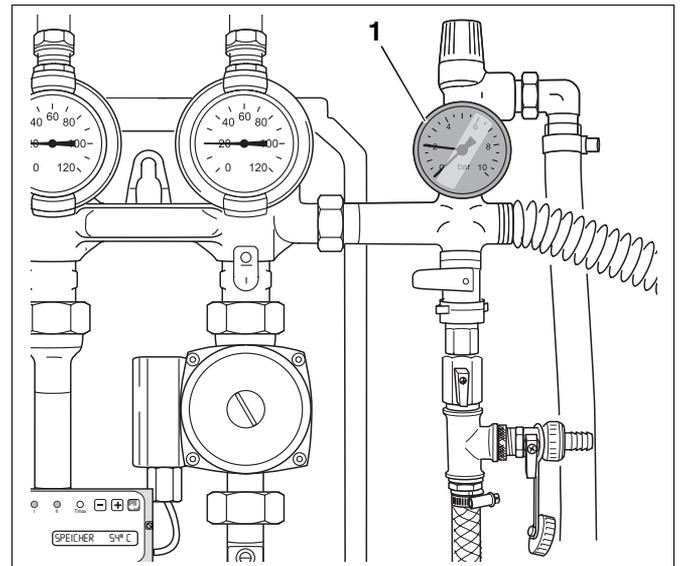

Abb. 29 Manometeranzeige prüfen
- Kontrollieren Sie während der Schaltvorgänge die Manometeranzeige (schwarzer Zeiger, Abb. 29, **Pos. 1**) an der Sicherheitsgruppe.
Zeigt der schwarze Zeiger des Manometers (Abb. 29, **Pos. 1**) beim Ein- und Ausschalten der Umwälzpumpe Druckschwankungen an, so ist die Solaranlage nicht luftfrei und muss weiter entlüftet werden.